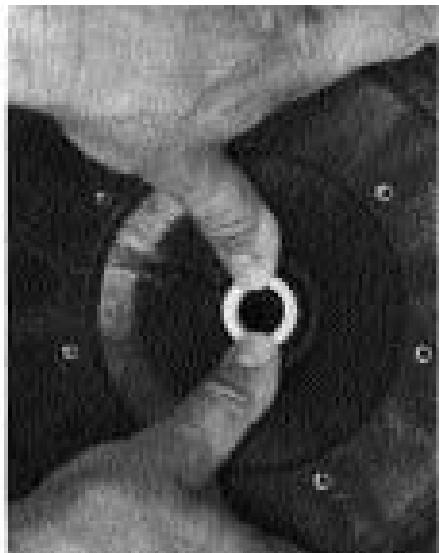

Figure 6
- Le bague d'étanchéité en céramique doit être propre et débarrassé de toute la saleté, graisse et poussière, etc. Humecter le joint de la coupelle en caoutchouc du siège en céramique avec un peu de détergent liquide; enfoncer fermement le joint dans la cavité et bien le faire reposer avec la pression des doigts (voir la Figure 6).